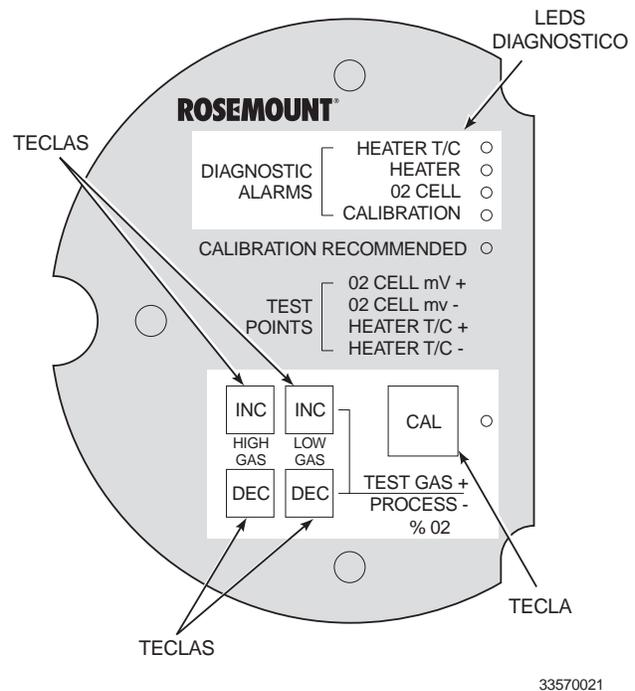

Figura 3-4. Llaves de la Calibración
- d. **Teclado numerico.** Las cinco teclas del teclado numerico de la membrana se utilizan unicamente durante la calibración para ajustar el gas alto y bajo y para iniciar la secuencia de la calibración (Figura 3-4).